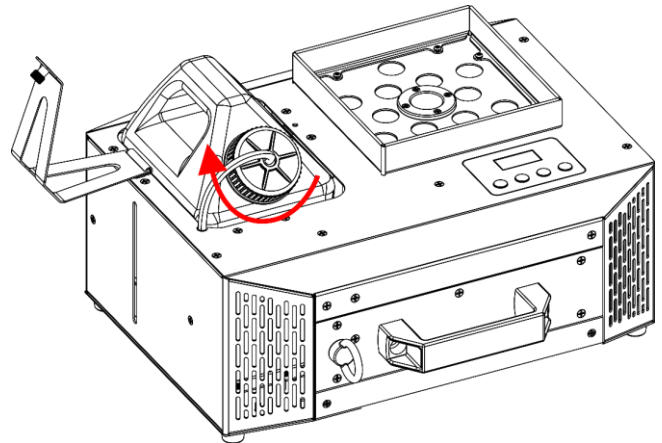

Fig. 35
- 10) Vuelva a enroscar la tapa del depósito de líquido, como se muestra en la Fig. 35.